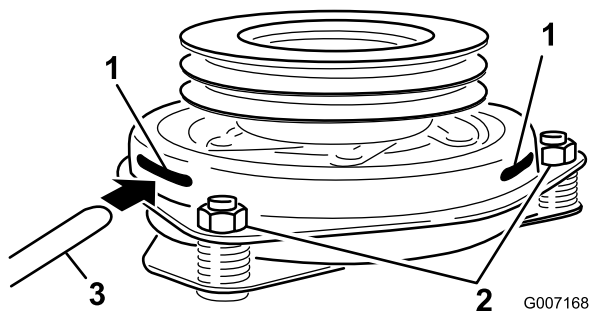

Figura 63
8. Introduzca una galga de 0,381–0,533 mm por una ranura de inspección en el lateral del conjunto. Asegúrese de que esté entre las superficies de fricción del rotor y el inducido (Figura 63).
9. Apriete las contratuercas hasta fijar ligeramente la galga pero dejando que ésta se pueda mover con facilidad en la separación (Figura 63).